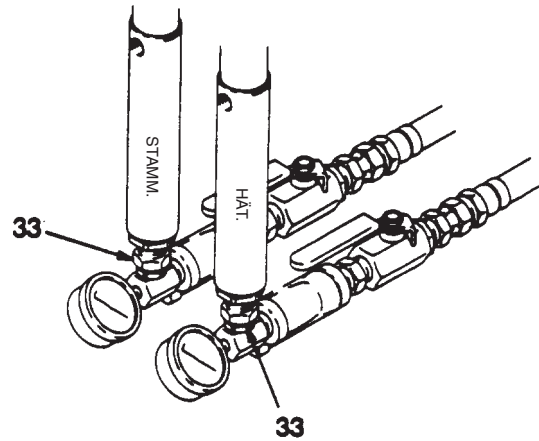

Abb. 20
Drehgelenknippel (33) unten an den Dosierpumpen abschrauben, siehe Abb. 20.